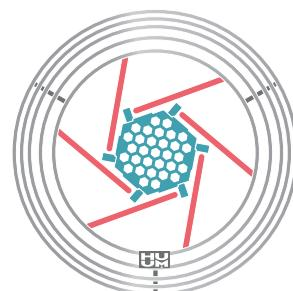

Figure 2
- Install an air tunnel between the heating elements of the heater. **Figure 2**.
- Installez le tunnel d'air entre les éléments chauffants du poêle. Voir la **Figure 2**.